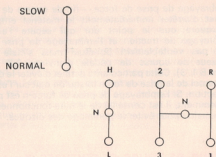

FIGURE 1/4. GRILLE DES LEVIERS DE COMMANDE
Les tracteurs munis d'une boîte à 12 vitesses possèdent en plus des deux leviers montrés sur la Fig. 1/2 un 3ème levier situé à gauche des deux autres, ce dernier peut occuper 2 positions : Normal (N), Lente (S). En position normale (N) (sur l'arrière) on obtient les mêmes rapports qu'avec la boîte à 6 vitesses, en position S (sur l'avant) on dispose d'une gamme supplémentaire de vitesses lentes.